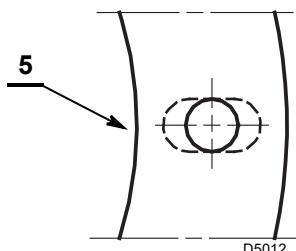

Fig. 7
- Si nécessaire, agrandir les trous de l'écran isolant 5) (Fig. 7).